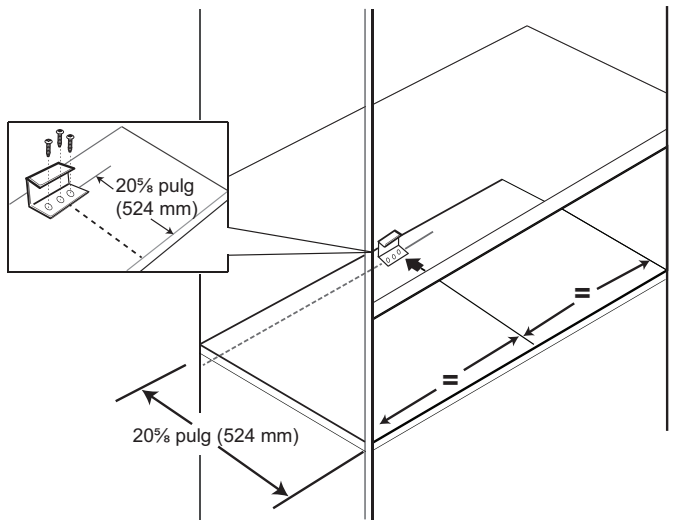

Figura 8: Ubicación del soporte antivuelco
3. Coloque el soporte antivuelco sobre la tabla inferior de la abertura del armario, a 20-5/8 pulg. (524 mm) del borde, centrado en función de las dimensiones de cada modelo, *como se muestra en la Figura 8*.
- Fijelo con tres (3) tornillos de cabeza de estrella de 3/4 pulg. (3,175 mm) (incluidos).